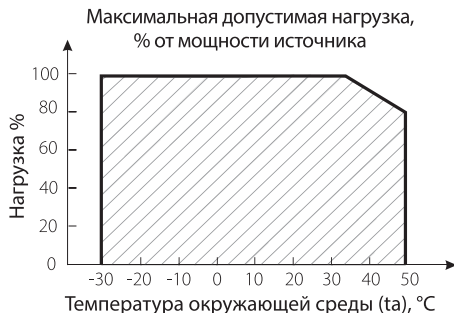

Рис. 2
4.3. Не нагружайте источник питания более 80% от его максимальной мощности. Учитывайте, что с повышением температуры окружающей среды, максимальная мощность источника питания снижается (см. график зависимости на Рис.2).